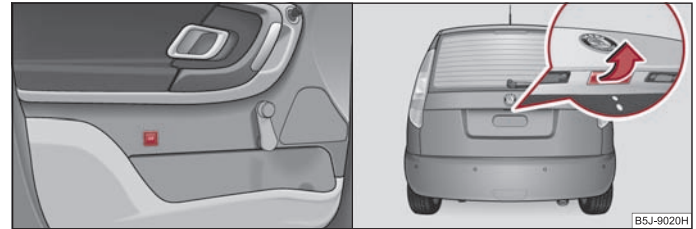

Abb. 28 Gepäckraumklappe entriegeln / Griff der Gepäckraumklappe
- **Bei Fahrzeugen ohne Zentralverriegelung** entriegeln Sie die Gepäckraumklappe durch Drücken der Taste an der Fahrertür ⇒ Abb. 28.
**Bei Fahrzeugen ohne Zentralverriegelung** entriegeln Sie die Gepäckraumklappe durch Drücken der Taste an der Fahrertür ⇒ Abb. 28.